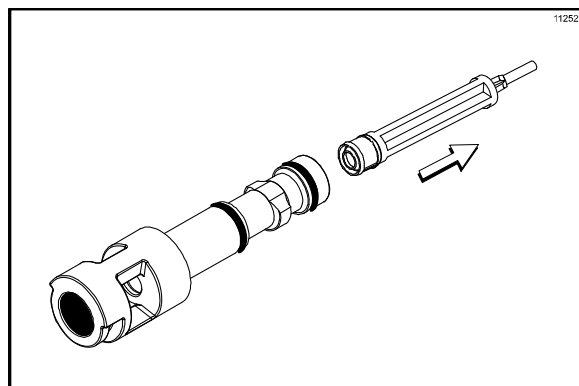

Figura 102
7. Remova o spinner de transmissão da válvula de extração prendendo a válvula e puxando o spinner para fora. Remova o selo do eixo do spinner. (Veja a Figura 102.)